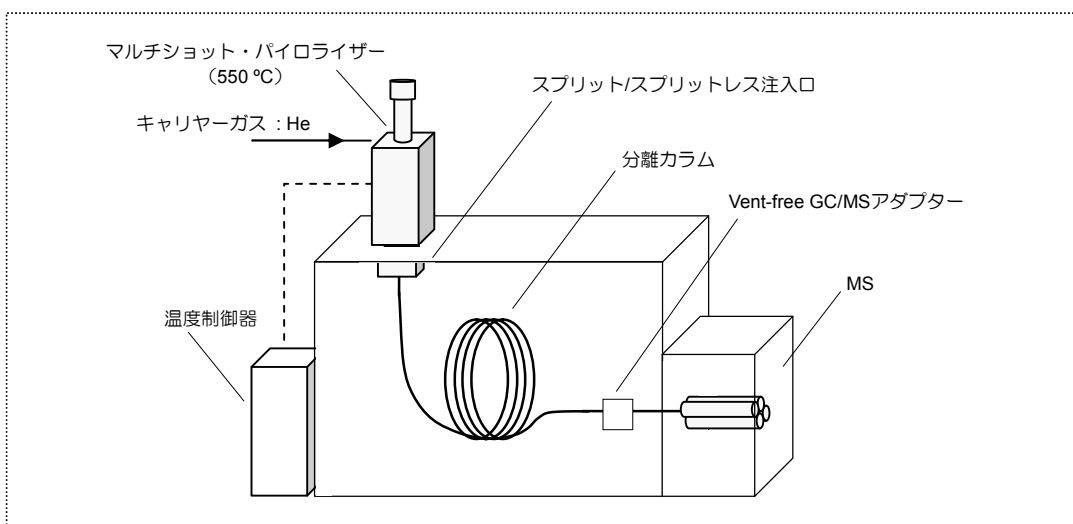
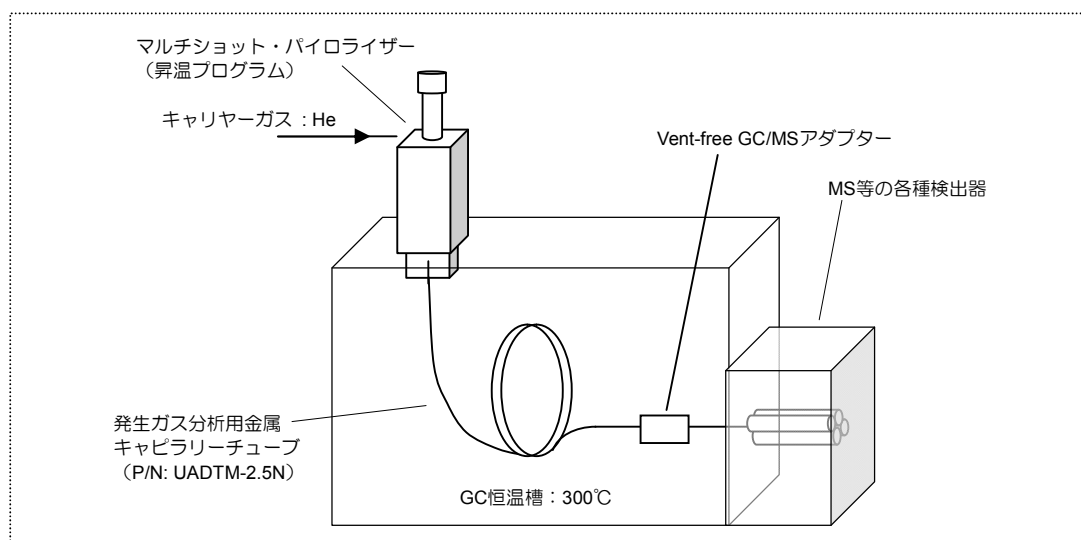
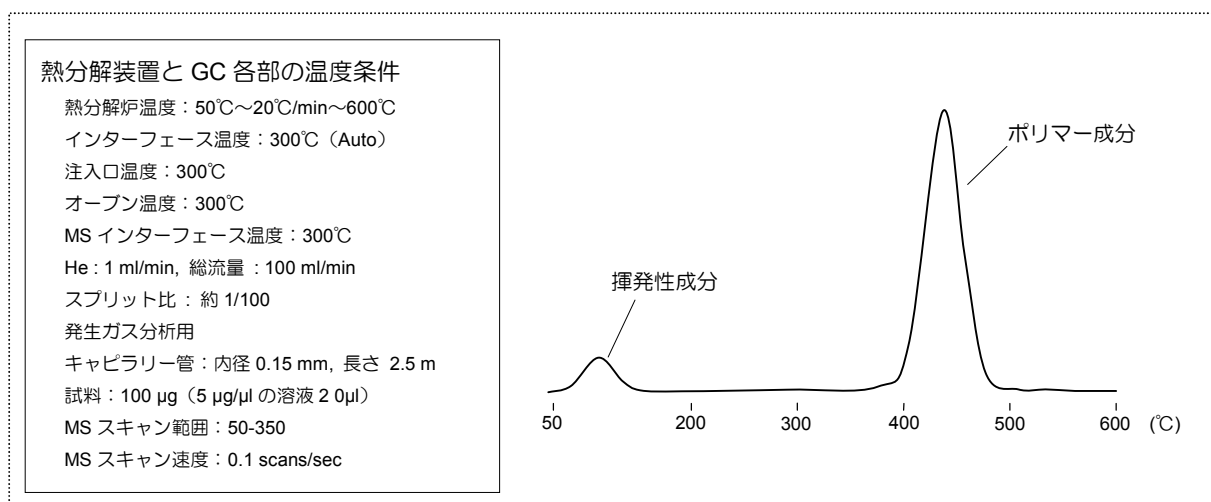

Fig. 5.1 Py-GC/MS 法の装置構成図
Fig. 5.4 発生ガス分析法の装置構成
Fig. 5.6 EGA サーモグラム
一般的な Py-GC/MS 法の分析装置を Fig. 5.1 に示します。試料を入れた試料カップをマルチショット・パイロライザーにセットした後で、550℃に加熱した熱分解炉の中心部に自由落下させて瞬間に熱分解させます。そして熱分解生成物は GC の split/splitless 注入口を通過し、そこで、約 1/10 から 1/100 に分割された成分が分離カラムに入り、通常昇温分析により分離分析し、その後、質量分析計（MS）や FID 等の検出器により検出されます。
一般的な EGA 法の分析装置を Fig. 5.4 に示します。昇温可能なパイロライザーと検出器を発生ガス分析用の長さ 2.5 m、内径 0.15 mm の不活性金属キャピラリーチューブで接続し、300℃の高温に保ちます。試料を昇温加熱させることにより、熱脱着成分や、その構成ポリマーの熱分解に伴う発生ガスが Fig. 5.6 のように検出されます。）
STEP2 熱分解装置と GC の分析条件の設定（Fig. 5.6 参照）
結果は、Fig. 5.6 のようになります。この EGA サーモグラムから、次のことがわかります。
この手法は、試料中の揮発性成分を熱脱着法により分析し、引き続いて残渣の基質ポリマーを瞬間熱分解法の二段階でする手法です。一般的な Py-GC/MS 法の分析装置を Fig. 5.1 に示します。試料には同梱のマルチ・ショット用ポリスチレン溶液を使用します。Fig. 5.6 に示した EGA サーモグラムの分析結果を利用して、熱脱着と自由落下による瞬間熱分解の分析条件を決めました。